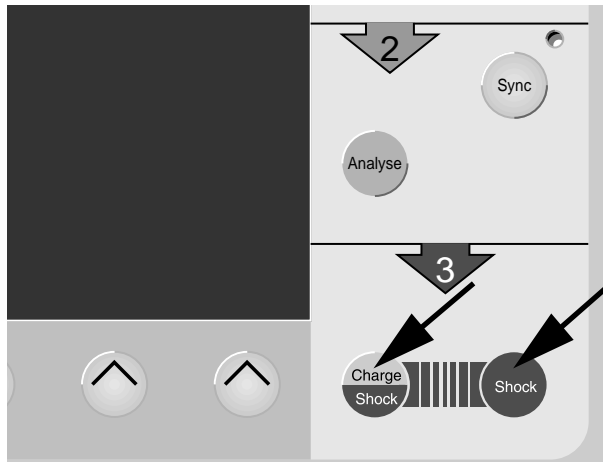

Bild 4-12. Tasten zum Starten des Energieladevorgangs und Auslösen des Defibrillationsimpulses
- Führen Sie die Defibrillation wie bei der Verwendung von Paddles durch (Seite 19). Beachten Sie, daß Sie den Energieladevorgang mit Taste  starten und den Impuls durch gleichzeitiges Drücken von  **und**  auslösen müssen (Bild 4-12).